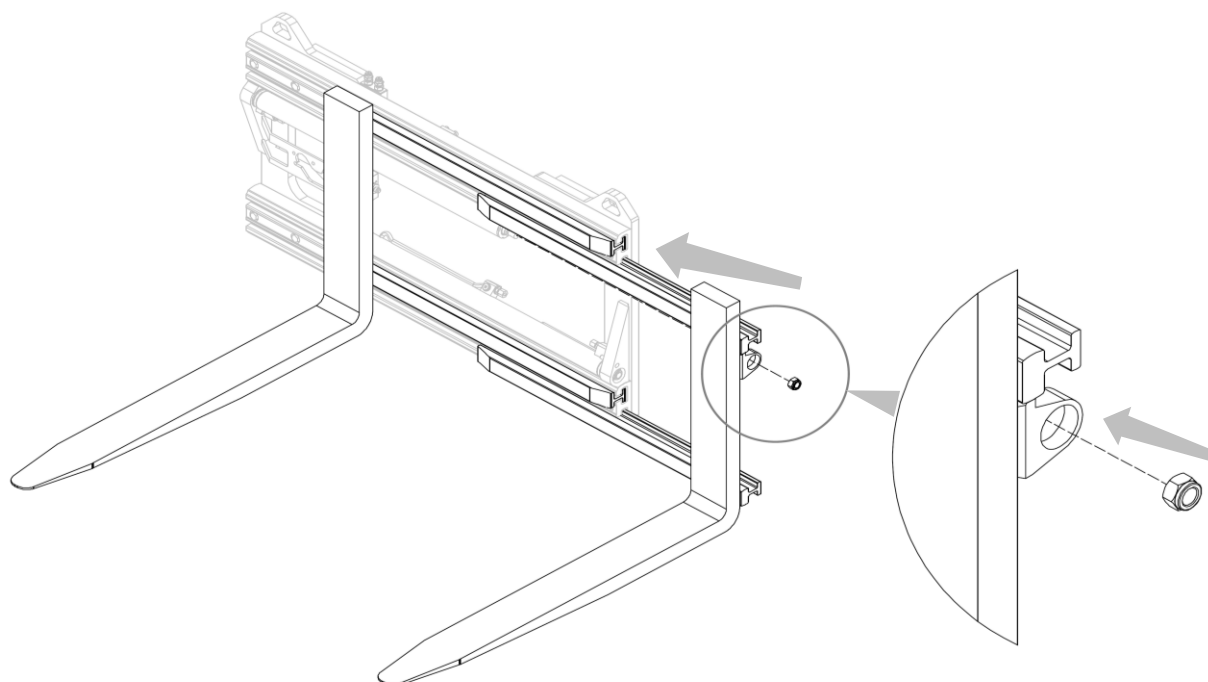

Figura 13
2. Insertar los perfiles, con las correspondientes horquillas soldadas a ellas, y mediante la tuerca correspondiente, fijarlas a los cilindros (mira *Figura 13*).